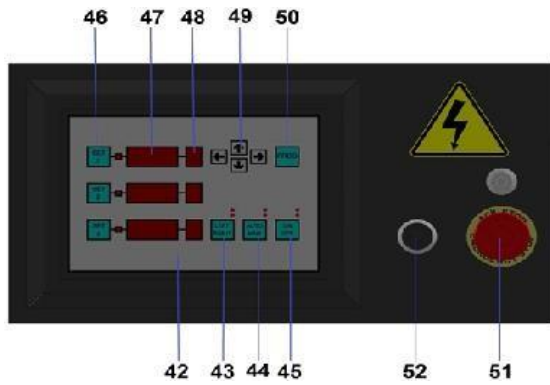

Figure 7: 220V Digital Machine Control Button
- Appuyez sur le bouton SET sur le panneau de commande et sur le bouton PROG et entrez les données souhaitées. Utilisez les flèches HAUT et BAS (Figure:7 No:49) et entrez le degré d'angle souhaité par rapport à l'indicateur d'angle. (Figure:7 No:47) Appuyez sur la flèche droite et passez à l'indicateur d'unité (Figure:7 No:48) et entrez l'unité souhaitée. Une fois les données d'angle et d'unité saisies, appuyez sur la flèche vers le bas et passez à la ligne SET. Entrez les données pour définir la ligne et enregistrez-les en appuyant sur le bouton PROG. Une valeur maximale de 9 peut être entrée pour chaque indicateur de ligne défini.
- Ajustez la vitesse de la machine par le contrôleur de vitesse (Figure:7 No:52) Une fois que la vitesse de la machine a diminué, la vitesse de rotation du disque de pliage diminuera et la puissance de la machine (capacité de pliage) augmentera. Et lorsque la vitesse est augmentée, la vitesse de rotation du disque de pliage augmentera et la puissance de la machine (capacité de pliage) diminuera.
- Une fois le réglage terminé, basculez le bouton MAN-AUTO (Figure:7 No:44) sur la position AUTO et commencez le pliage en série.
- En cas d'urgence, la machine peut être arrêtée en appuyant sur le « bouton d'arrêt d'urgence2 » sur le panneau de commande. (Figure:7 No:51) Lorsque vous commencez à plier, la machine redémarre à partir du dernier programme ajusté.